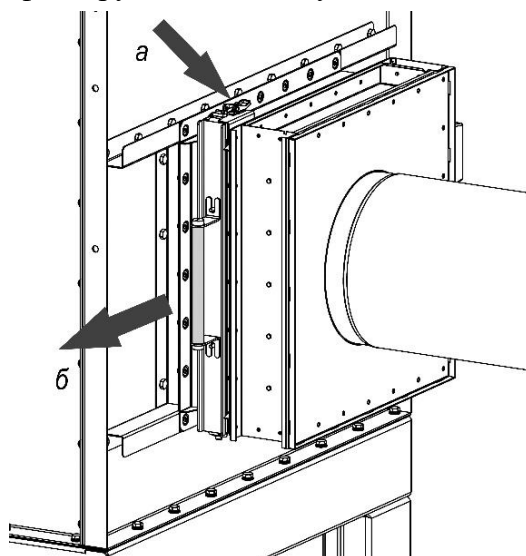

Рисунок 17
- 2) разжать замки-защёлки (а) на корпусе префильтра (рисунок 17);